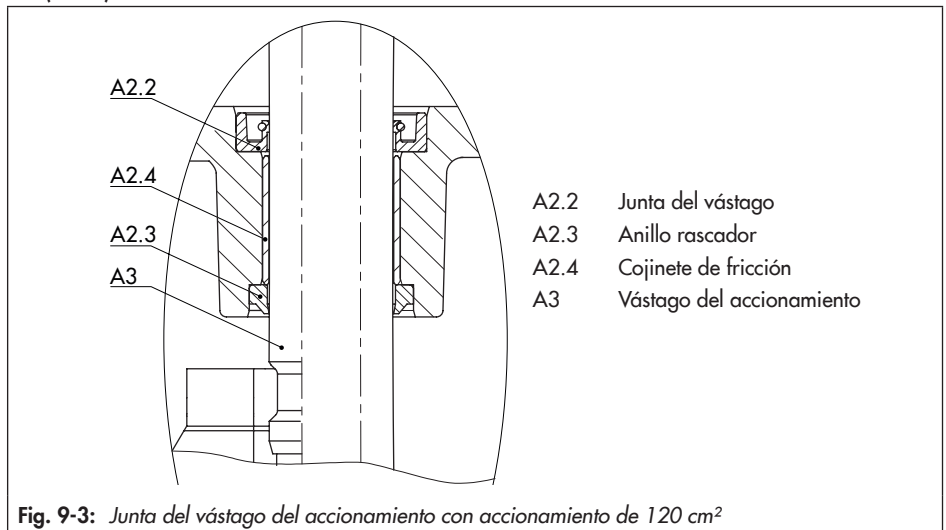

Fig. 9-3: Junta del vástago del accionamiento con accionamiento de 120 cm²
6. Montar la junta del vástago con una herramienta adecuada. Al hacerlo prestar atención a la correcta colocación de la junta del vástago, ver Fig. 9-3.